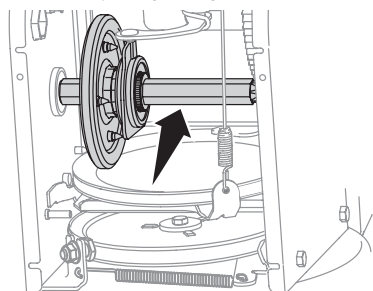

Figure 74
4. Aplique una capa ligera del compuesto Bostik Regular Grade Never-Seez® al eje hexagonal (Figure 74).